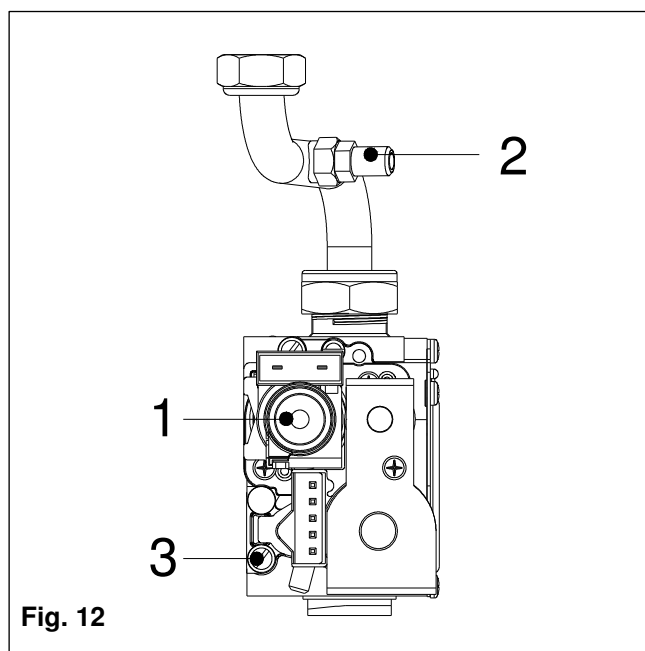

Fig. 12
- desserrer la vis et introduire un manomètre dans la prise de pression "2" (fig. 12) ;
- au terme de l'opération de réglage, appuyer sur le bouton , pour sélectionner le mode OFF affiché au moyen du symbole , fermer le robinet du gaz et enlever le manomètre de la prise de pression '2' (fig. 12). **Serrer la vis en s'assurant qu'il n'y a pas de fuite de gaz.**